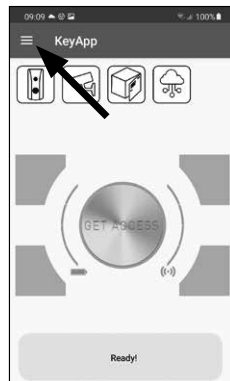

Abb. 66
- Öffnen Sie das Hauptmenü (Abb. 66).